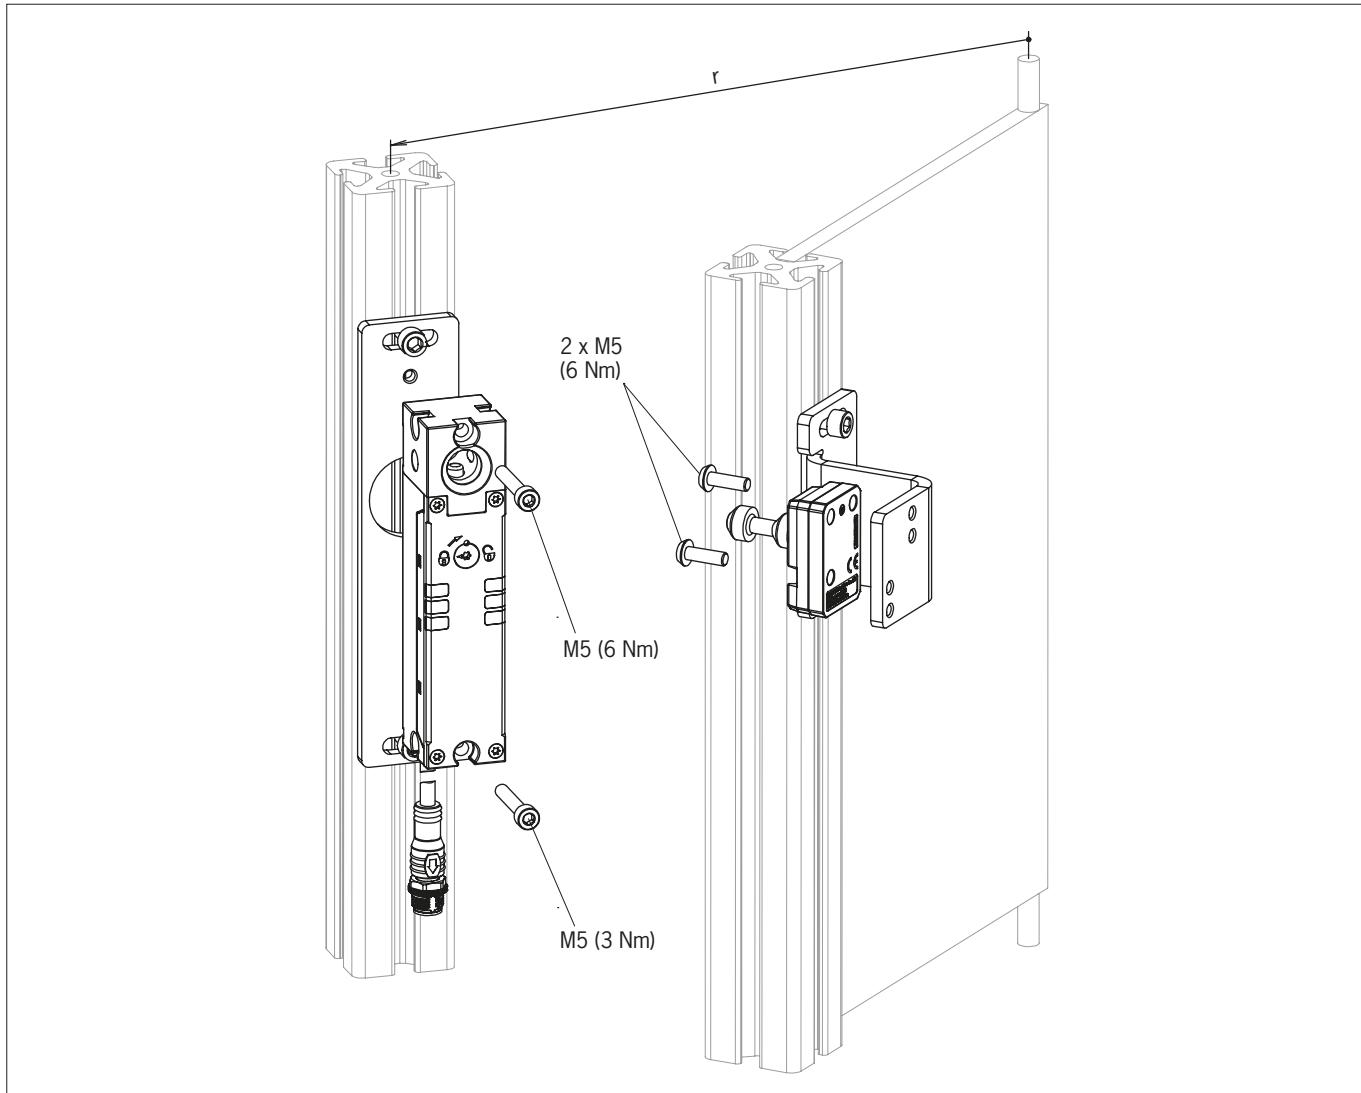

図3: 設置例
- ・スイッチとアクチュエーター締付のための締付トルクを順守してください（図 3 を参照）。